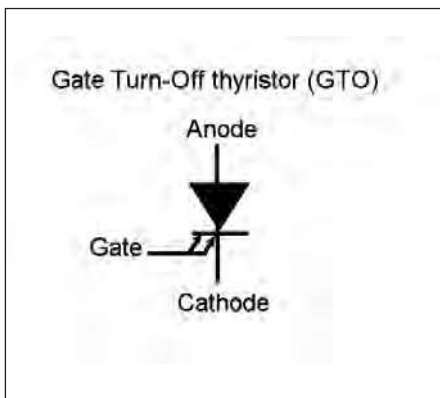

Figura 8: transistor GTO.
- GTO (**figura 8**): come il tiristore può essere chiuso con un impulso di corrente di breve durata, dato al gate; una volta che è in conduzione, il GTO può rimanervi senza ulteriore corrente di gate.